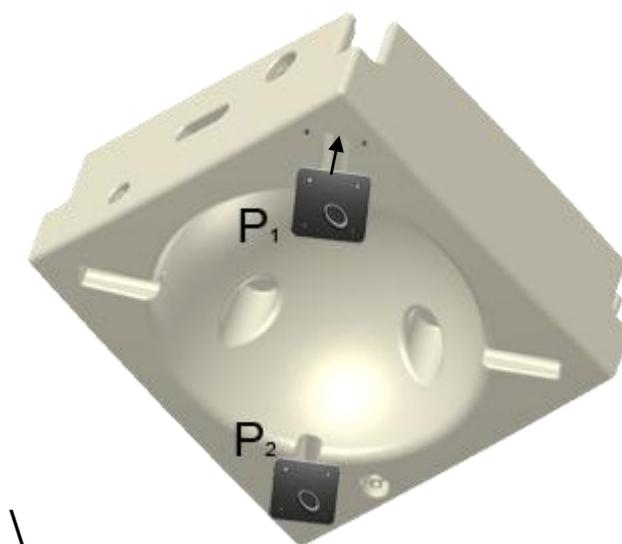

fig. 1
- 2 - Avvitare **saldamente** le piastre di ancoraggio (se previste) negli appositi inserti presenti sulla base dei moduli (**fig. 1 – P1 e P2**);